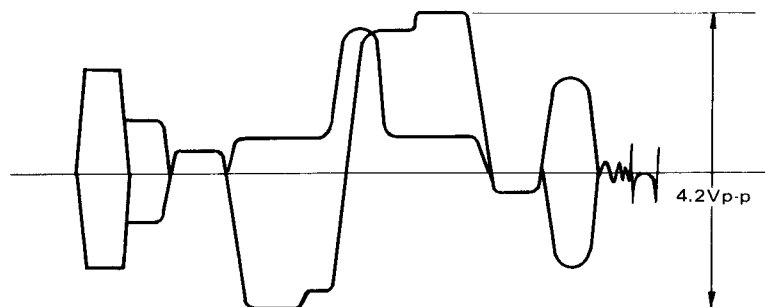

Fig. 41 Abb. 41
4. Adjust sub color control ( R633) to obtain the 4.2Vp-p waveform as in fig. 41.
4. Farb-Grundregler ( R633) so einstellen, daß eine Kurve nach Abb. 41 mit einer Amplitude von  $4.2V_{ss}$  erscheint.